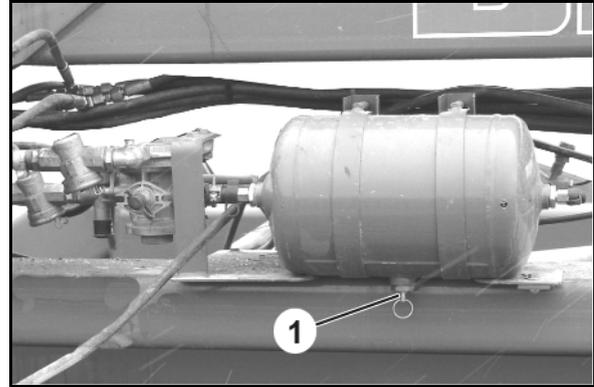

Fig. 66
3. Tirez latéralement sur la vanne de purge d'air au niveau de l'anneau (Fig. 66/1) jusqu'à ce qu'il n'y ait plus d'eau qui s'échappe du réservoir d'air comprimé.
Le réservoir d'air comprimé (Fig. 66/1) ne doit